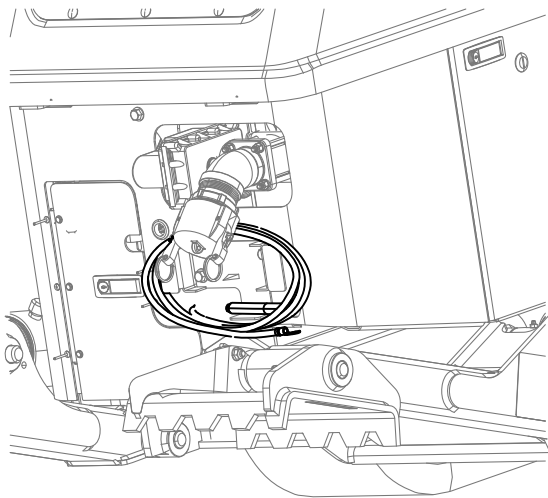

Рисунок 59
1. Удалите кол заземления с держателя на стороне платформы оператора (Рисунок 59).